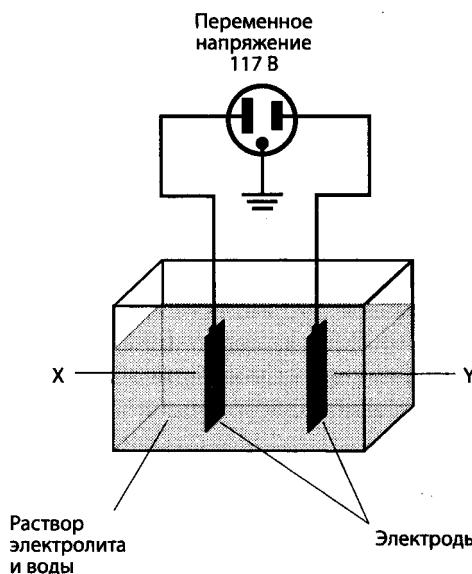

Рис. 8.6. Иллюстрация к контрольным вопросам 3, 4, 5
3. Рассмотрим устройство, представленное на рис. 8.6. Предположим, что с его помощью можно провести процесс электролиза. Если это так, то что неправильно на рисунке?
4. Если устройство, показанное на рис. 8.6, используется точно так, как это показано на рисунке, то что должно появиться на электроде X?
5. Если устройство, показанное на рис. 8.6, используется точно так, как это показано на рисунке, то что должно появиться на электроде Y?